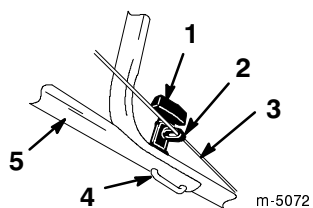

Figure 3
2. Desserrez les boutons et tirez les verrous du mancheron jusqu'à ce que la partie supérieure tourne librement (Fig. 3).
4. Insérez complètement les verrous du mancheron (Fig. 3).
5. Vérifiez que le guide-câble se trouve à la position indiquée dans la Figure 3.